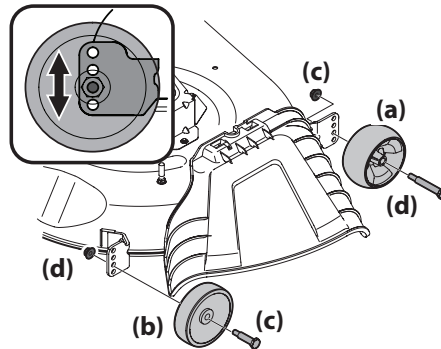

Figura 2-19
- b. Retire las ruedas delanteras (a) y traseras (b) de la plataforma retirando las tuercas de seguridad con (c) brida y los tornillos con reborde (d) que las sujetan a la plataforma. Vea la Figura 2-19.